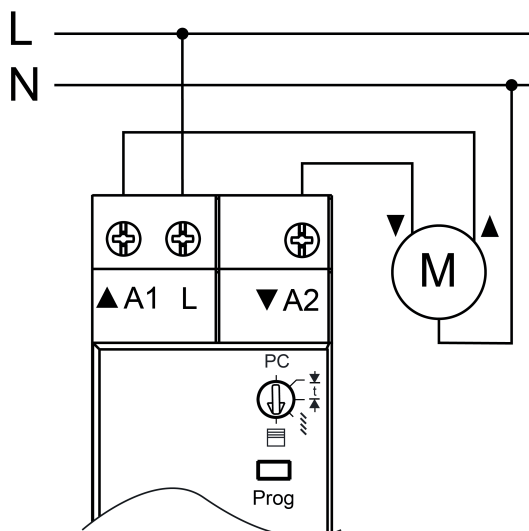

Bild 3: Anschlussbeispiel
- Last gemäß Anschlussbeispiel anschließen (Bild 3).